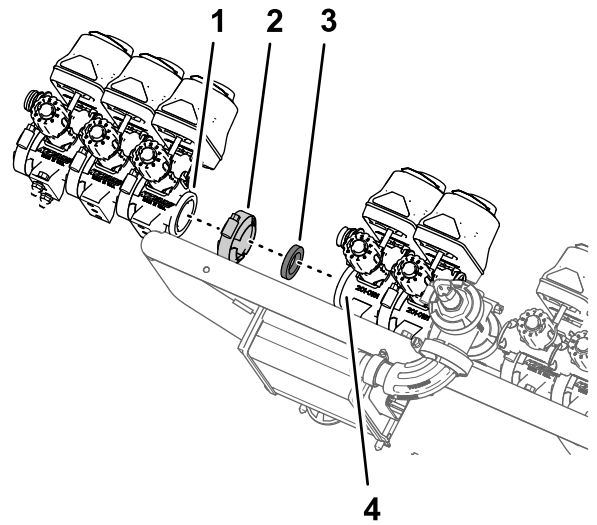

图103
- 用在 13 拆下喷洒臂段阀 (页码 24) 的步骤 4 中卸下的法兰夹具和垫片将 从歧管安装架上卸下喷洒段阀 (页码 26) 的步骤 8 中卸下的 3 个喷洒段阀图103组装到打药机阀门组件阀门 7 的法兰上。